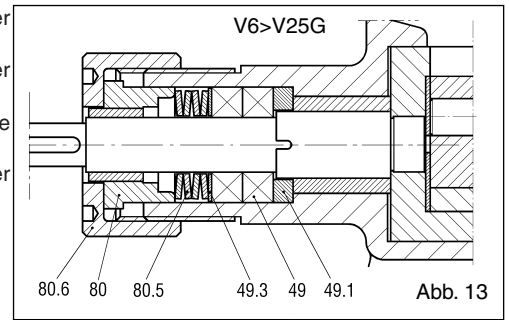

Abb. 13
11.6 Entfernung der Packungsdichtung Pumpen aus Guss von V6 bis V25 (Abb. 13)
- ❑ Die Abdeckung (80.6) abschrauben und die Stopfbüchse (80) befreien.
- ❑ Die Packungsringe (49) unter Anwendung eines Abziehers für Packungen oder eines Schraubenziehers entfernen und ersetzen, nachdem der Sitz sorgfältig gereinigt worden ist. Die neue Packung montieren, die als vollständige Konfektion geliefert wird. Falls eine zu konfektionierende Packung verwendet wird, mit Bezug auf die Achse der Packung mit einem 45°-Schnitt auf das Außenmaß der Welle schneiden.